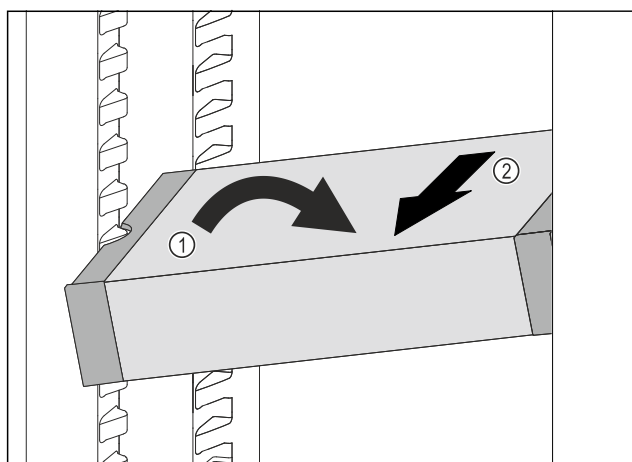

Fig. 117
- Seadke VarioSafe jahutusosas kaldu. Fig. 117 (1)
- Võtke VarioSafe ettepoole välja. Fig. 117 (2)